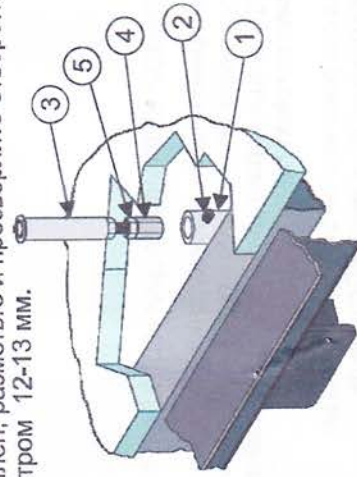

Рис. 3.
- Перед облицовкой крышки на фрагменте покрытия, который будет на ней закреплен, разметьте и просверлите отверстие для кнопки-толкателя, Рис. 3, диаметром 12-13 мм.